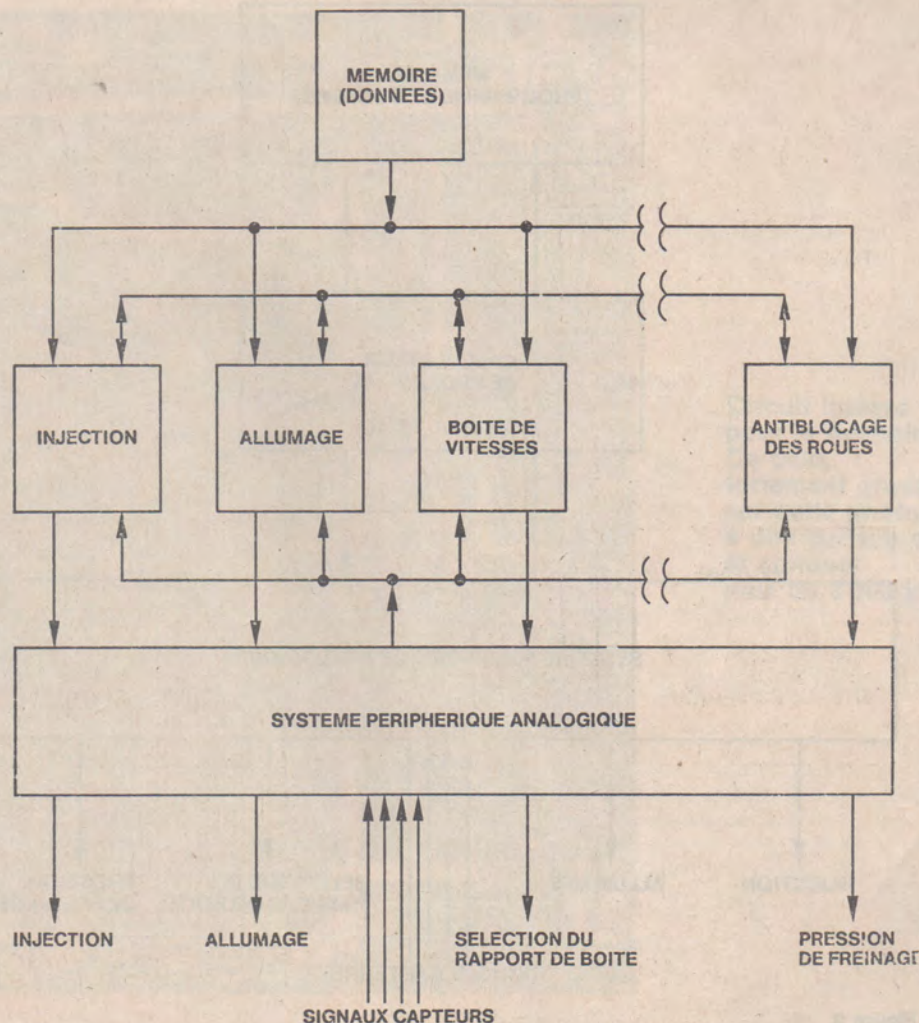

Figure 2
1. **Les calculateurs spécifiques** : ils se composent de plusieurs unités de calcul spécialisées. Ces unités sont intégrées sur un seul circuit LSI et remplissent chacune une fonction particulière, par exemple injection, allumage, sélection du rapport de la boîte de vitesse. Le synoptique d'un tel système est donné à la **figure 2**.